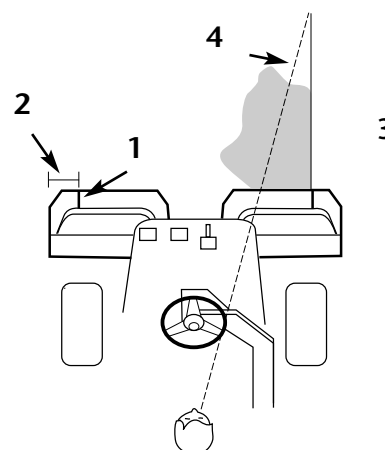

Fig. 10
2. Applicare una striscia di nastro bianco, o tracciare una riga con della vernice bianca su ciascun cestello raccoglierba, parallela al bordo esterno dei cestelli (Fig. 10).